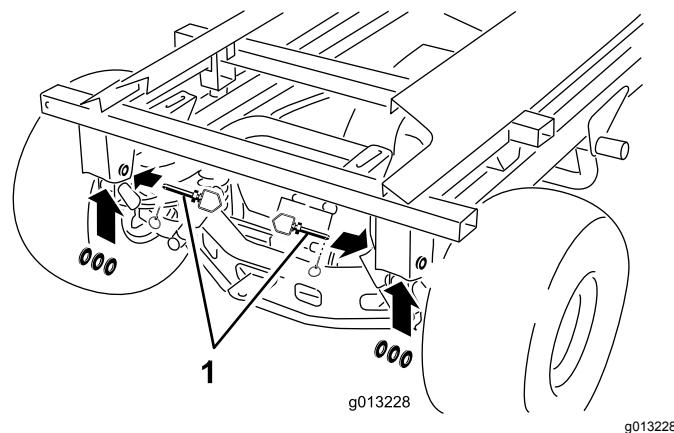

Figura 50
10. Retire las chavetas, los pasadores de enganche y las arandelas de la parte trasera (Figura 50).